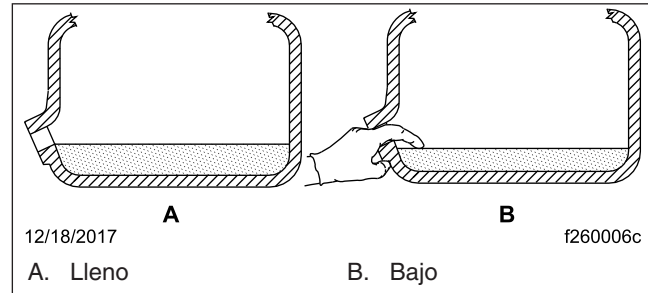

Figura 3, Revisión del nivel de líquido para transmisión
6. Añada líquido hasta que esté al nivel del borde inferior de la abertura de llenado: vea la Figura 3. Vea en la Tabla 1 los lubricantes de transmisión aprobados y en la Tabla 2 las capacidades de lubricante de las transmisiones.
2. Use el dedo o un limpiador de pipas acodado para ver si el líquido está al nivel de la abertura de llenado. Vea la Figura 3.